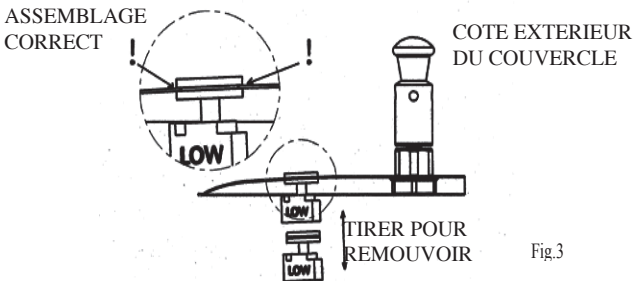

Fig.3
- Soupape de sécurité (en caoutchouc noir) qui en cas de dysfonctionnement décharge l'excès de pression assurant une sécurité d'utilisation maximale (Fig.3).
- que la soupape de sécurité (caoutchouc noir) est intacte et montée correctement dans son logement, de sorte que son creux est coincé dans le trou du couvercle tout autour de la totalité de sa circonférence (voir figure 3). La surface du caoutchouc avec l'inscription "INOXRIV" doit être tournée vers l'extérieur du couvercle. Si la soupape de sécurité se met en fonction, elle doit être restaurée dans sa position normale après avoir refroidi la marmite et après avoir vérifié son intégrité.